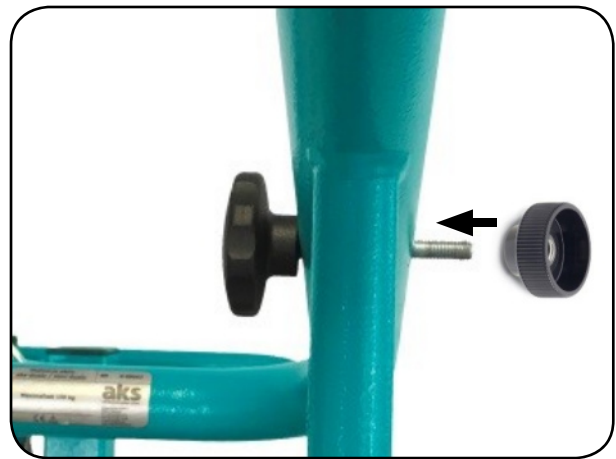

Abbildung 37
2. Lassen Sie die Sterngriffschraube mit aufgesetzter Distanzscheibe in der Bohrung stecken und schrauben Sie anstelle des seitlichen Zusatzgriffes die Rändelmutter (M8) auf (Abbildung 37).